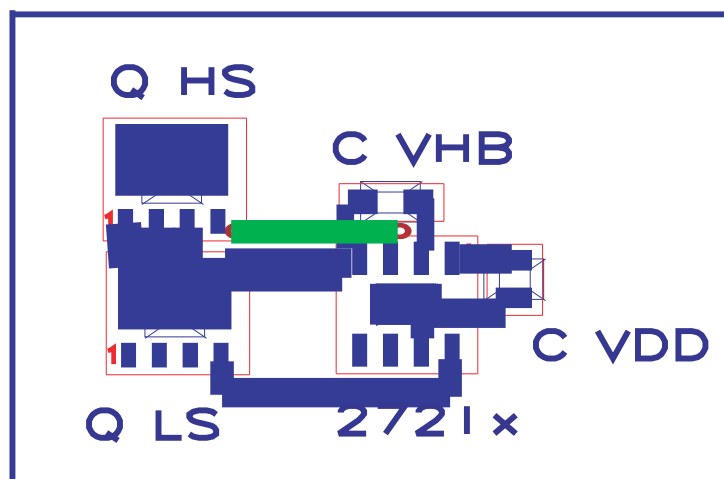

図 7-7. UCC27211 の部品の配置
- $V_{DD}$ - $V_{SS}$  および  $V_{HB}$ - $V_{HS}$  (ブートストラップ) コンデンサは、デバイスにできるだけ近づけて配置します。(図 7-7 を参照)。